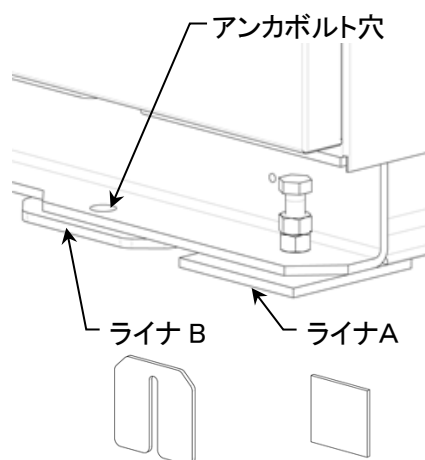

図 4-4
- 1) 機械据付ベッドチャンネルに溶接された前後6箇所ボルト(M12)の下、及びアンカ穴の下に鉄板製ライナ A, B を敷き機械をその上に据付けます。(図 4-4)